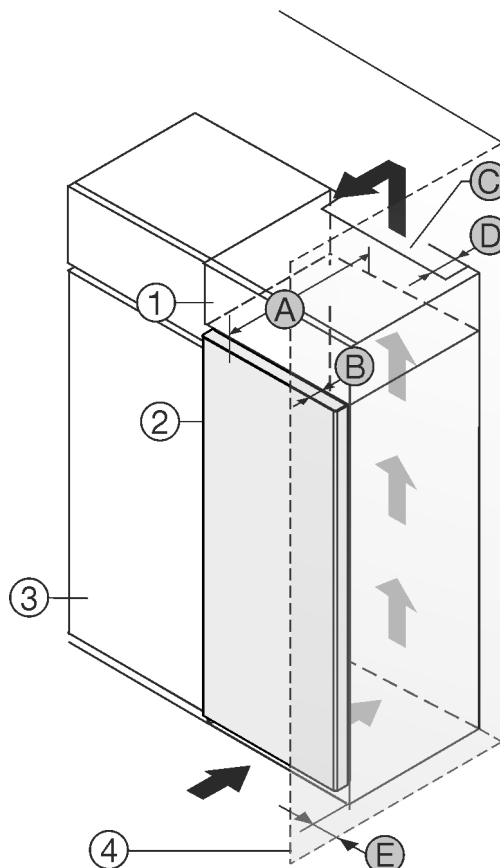

Fig. 1
U kunt het apparaat direct naast de keukenkast Fig. 1 (3) opstellen.*
Aan de achterzijde van de opzetkast moet een luchtafvoerkanaal met de diepte Fig. 1 (D) over de volledige breedte van de opzetkast aanwezig zijn.*
Onder het plafond moet de ventilatie doorsnede Fig. 1 (C) worden aangehouden.*
Als u het apparaat met de scharnieren naast een wand Fig. 1 (4) plaatst, moet de afstand tussen het apparaat en de wand minimaal 13 mm bedragen.*
Als u het apparaat met de scharnieren naast een wand Fig. 1 (4) plaatst, moet de afstand tussen het apparaat en de wand minimaal 20 mm bedragen.*
Om de deuren volledig te kunnen openen, moet het apparaat overeenkomstig de deurdiepte Fig. 1 (B) ten opzichte van het keukenkastfront uitsteken. Afhankelijk van de diepte van de keukenkasten Fig. 1 (3) en het gebruik van de wandafstandshouders kan het apparaat verder uitsteken.*